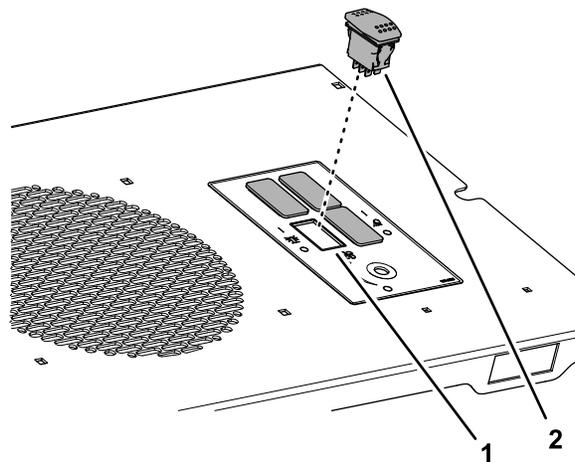

Figura 11
6. Retire o tampão da abertura do interruptor do farol rotativo no painel de interruptores (Figura 11).